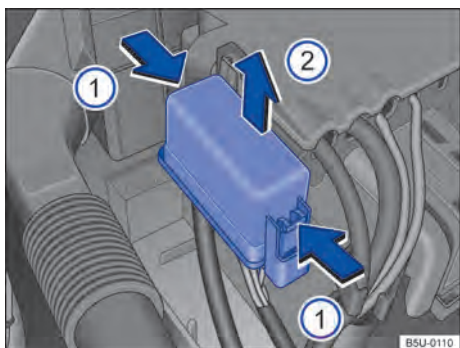

Fig. 161 No compartimento do motor: cobertura da caixa de fusíveis.
- Pressionar as travas no sentido da seta → Fig. 161 ①, para destravar a cobertura da caixa de fusíveis.
- Remover a cobertura por cima, no sentido da seta ②.
- Para a **instalação**, colocar a cobertura sobre a caixa de fusíveis. Pressionar a cobertura para baixo, no sentido contrário da seta ②, até que trave de forma audível.